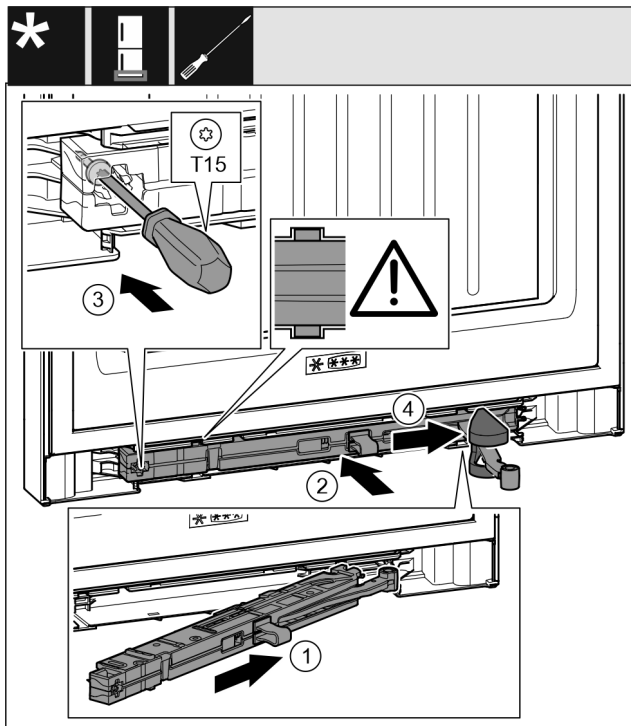

Fig. 46
- ▶ Jednotku tlumiče zavírání na straně stojanu ložiska zasuňte až na doraz šikmo do vybrání. Fig. 46 (1)
- ▶ Jednotku tlumiče zavírání zcela zasuňte do vybrání. Fig. 46 (2)
- ▶ Šroubovákem T15 pevně utáhněte šroub. Fig. 46 (3)
- ▶ Posuňte kryt přes kloub. Fig. 46 (4)